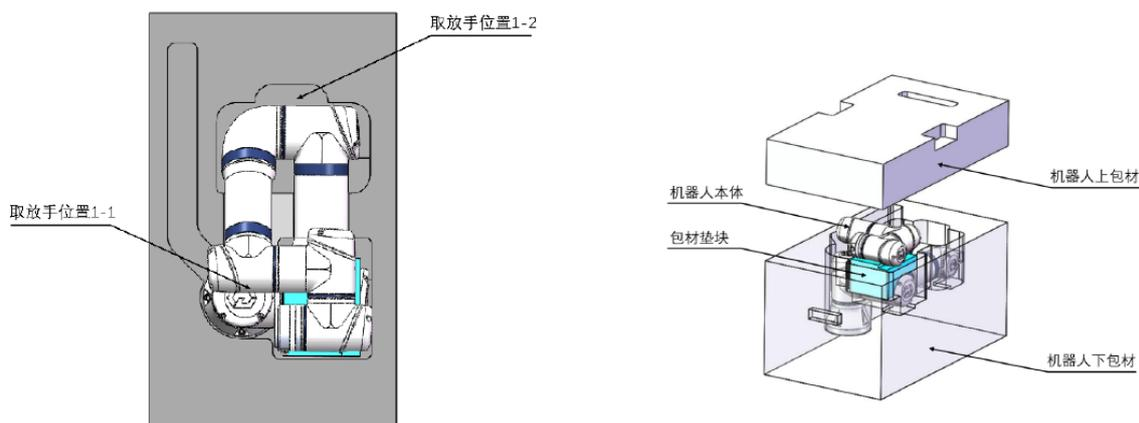

图 6-1: 机器人打包图 1
1. (A1:45°、A2: -180°、A3: 150°、A4: -60°、A5: 180°、A6: -90°)，如图 6-1所示；